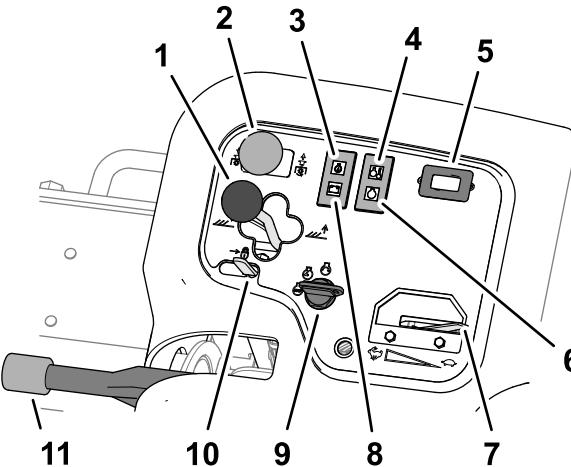

Рисунок 41
- Чтобы опустить режущие блоки на землю, переведите рычаг перемещения режущего блока вперед в положение ОПУСКАНИЕ (Рисунок 41).
Переключатель привода режущего блока (Рисунок 41) имеет 2 положения: Включить и Выключить. Этот кулисный переключатель приводит в действие электромагнитный клапан в группе клапанов, который включает привод режущих блоков.
Контрольная лампа давления масла (Рисунок 41) загорается, если давление масла в двигателе падает ниже безопасного уровня.
Сигнальная лампа (Рисунок 41) загорается, если температура охлаждающей жидкости слишком высокая. При такой температуре режущие блоки выключаются. Если температура охлаждающей жидкости поднимается еще на 5,5 °C, двигатель останавливается для предотвращения повреждения.
Счетчик моточасов (Рисунок 41) показывает полную наработку машины в часах. Счетчик моточасов начинает работать при установке замка зажигания в положение «Вкл.».
При включении свечей предпускового подогрева загорается соответствующий индикатор (Рисунок 41).
При перемещении рычага дроссельной заслонки (Рисунок 41) вперед скорость двигателя
Индикатор генератора (Рисунок 41) выключается, когда двигатель работает. Если индикатор генератора горит при работающем двигателе, проверьте и при необходимости отремонтируйте систему зарядки.
Выключатель зажигания (Рисунок 41) используется для запуска двигателя и включения световых приборов. Выключатель зажигания имеет 3 положения:
Переместите фиксатор рычага подъема (Рисунок 41) назад для предотвращения опускания режущих блоков.
При выключенном двигателе необходимо всегда включать стояночный тормоз (Рисунок 41), чтобы предотвратить непреднамеренное движение машины. Для включения стояночного тормоза потяните рычаг вверх; для выключения стояночного тормоза опустите рычаг вниз.